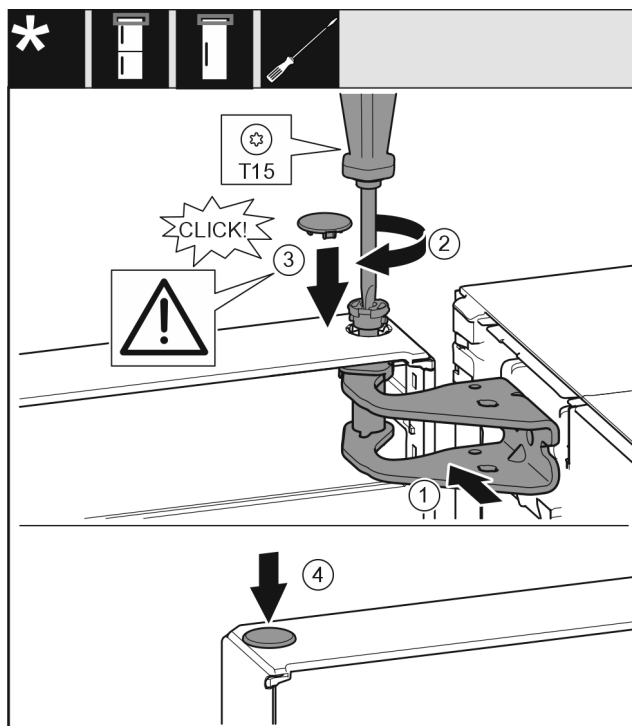

Fig. 23
- Poravnajte gornja vrata prema otvoru u podlošku ležaja Fig. 23 (1).
- Umetnite svornjak Fig. 23 (2) i pritegnite ga odvijačem.
- Postavite poklopac Fig. 23 (3).
- Provjerite da poklopac Fig. 23 (3) naliže na vrata.
- Postavite poklopac Fig. 23 (4).